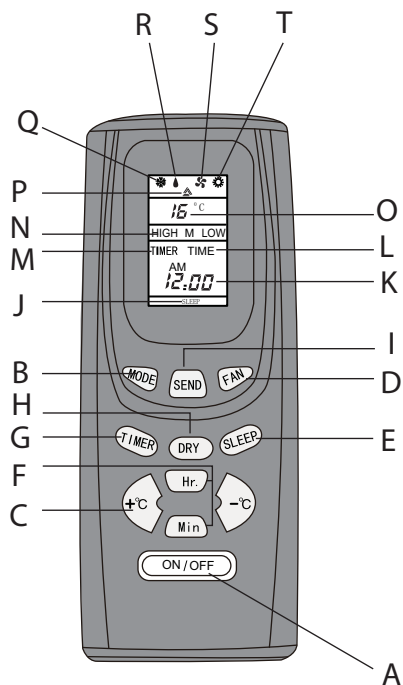

Рис. 5.2
### 5.3 Инфракрасный пульт управления (см.рис. 5.2 и табл. 5.2)
5.3.7 Внешний вид пульта согласно рис. 5.2.